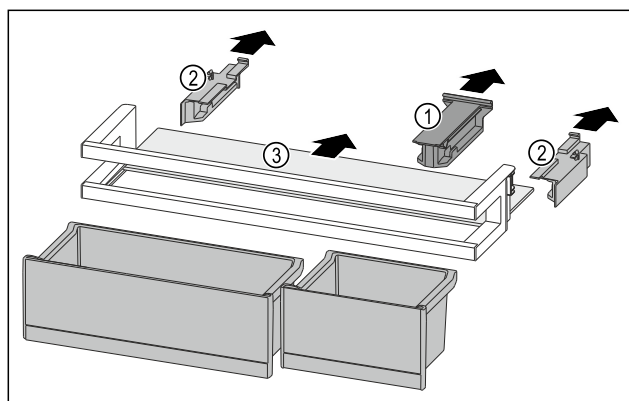

Fig. 131
- ▶ Húzza le a tartóelemet Fig. 131 (1).
- ▶ Húzza le az oldalsó részeket Fig. 131 (2).
- ▶ Vegye ki a tárolólapot Fig. 131 (3).